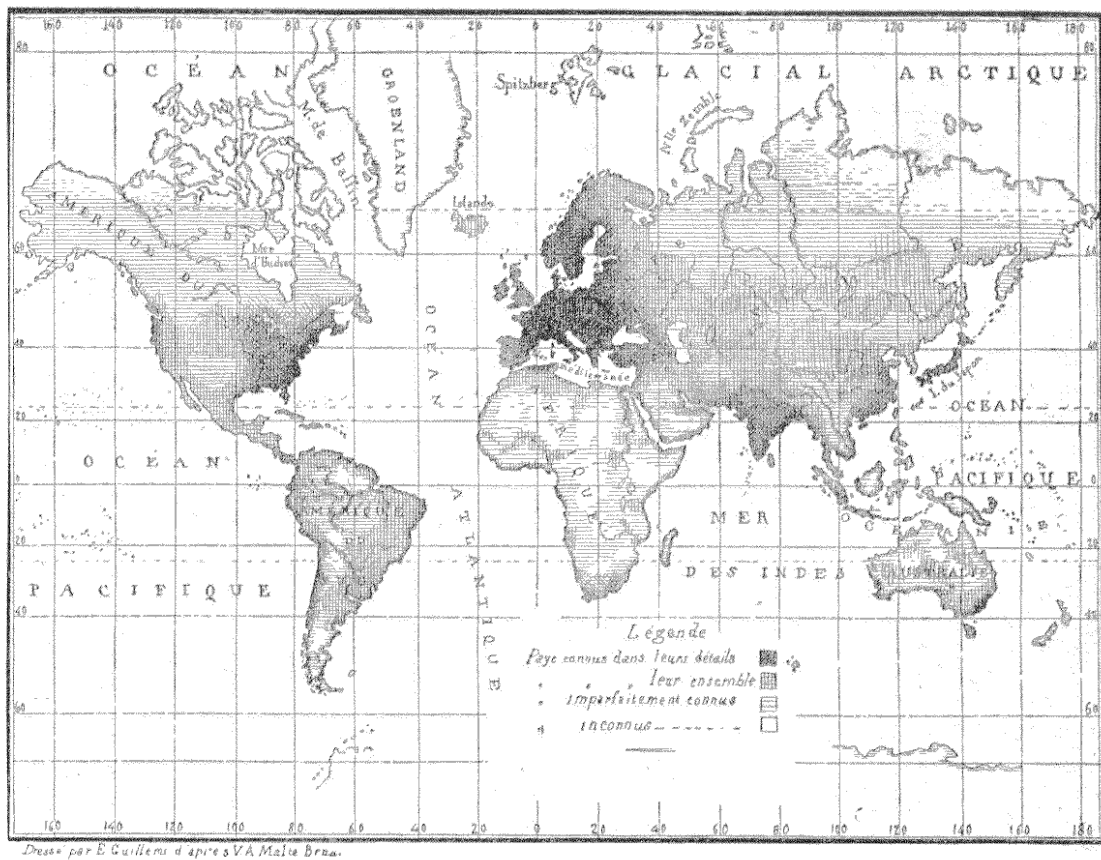

Fig. 9. — Etat actuel des connaissances géographiques. (D'après la carte de M. Malte-Brun.)
M. Malte-Brun expose une très-grande carte manuscrite indiquant l'état actuel des connaissances géographiques. Ce travail, qui vient d'être publié à une petite échelle dans le *Bulletin de la Société de Géographie*, est appelé, en outre de l'intérêt qu'il peut offrir au public en général, à rendre aux explorateurs et aux géographes (fig. 9) ce grand service de leur signaler le sens où doivent, en raison de leurs aptitudes, porter leurs efforts. Seulement, nous émettons le vœu que cette espèce d'inventaire puisse être dressé et publié au moins à l'occasion d'un Congrès, et tenu ainsi constamment à jour. La reproduction que nous publions ici ne peut donner en raison de ses dimensions qu'une idée bien incomplète de ce travail.